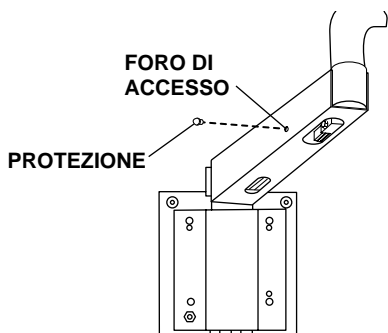

Figura 8. Freno del braccio
2. Rimuovere la protezione dal foro di accesso sul lato sinistro del braccio (*vedere la Figura 8*).